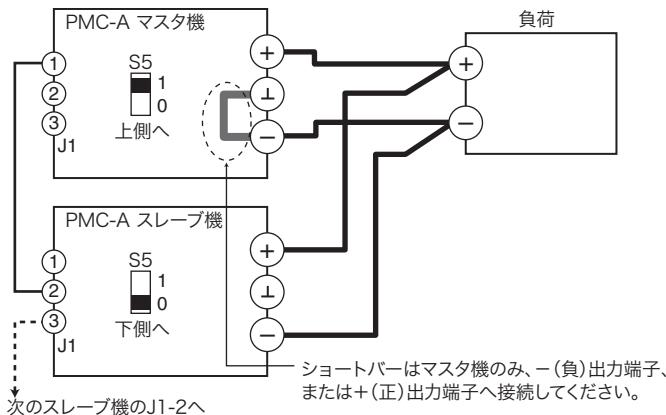

図 4-5 ワンコントロール並列接続および設定
- 4 図 4-5「ワンコントロール並列接続および設定」のように各機の接続および設定を行います。すべてのスレーブ機の S5 スイッチは、下側（0）に設定してください。